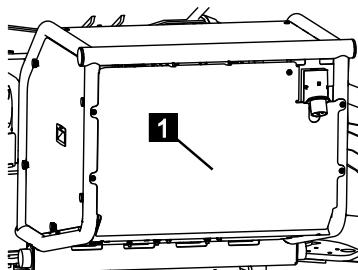

Abb. 242
1. Abdeckhaube (Abb.242/1) abschrauben.